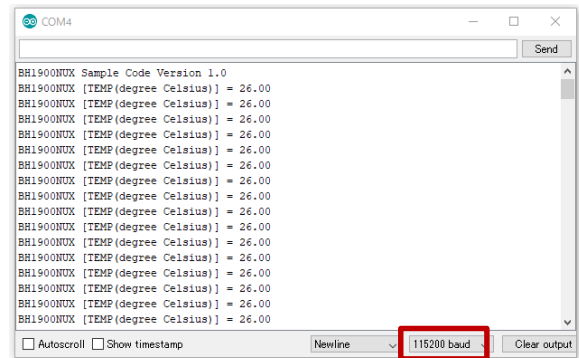

Figure 6. Serial Monitor 画面
5. Serial Monitor の baudrate を 115200 に設定し、ログを確認 (Figure 6)